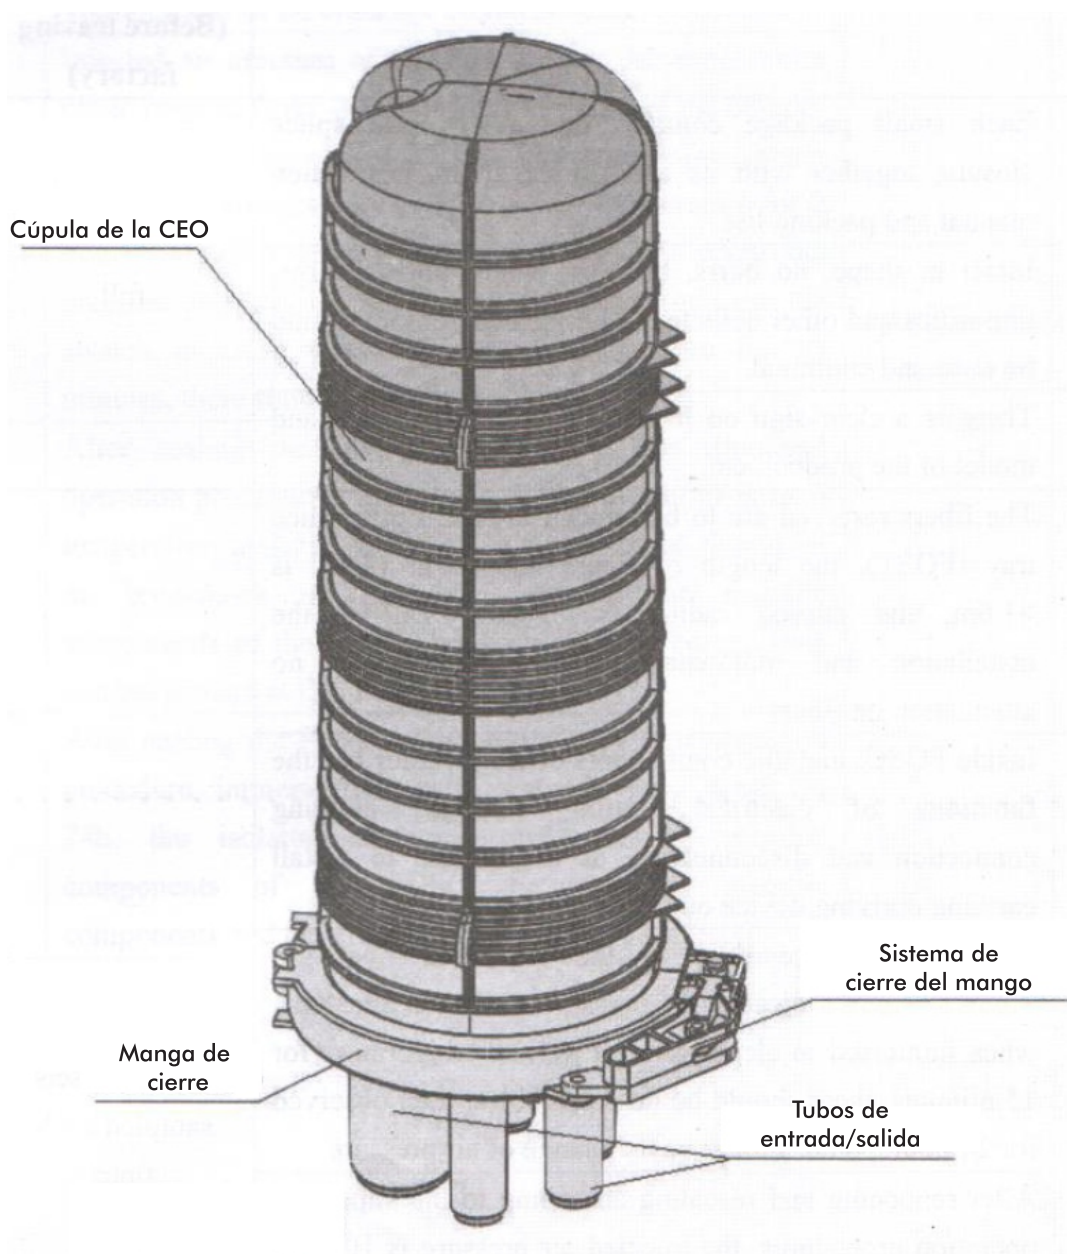

Figura 8
Aplicación aérea: Fije la abrazadera metálica en el poste (para referencia vea la figura 8).
5.9.4 Vea figura 8